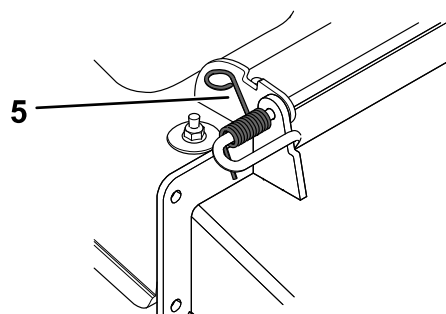

Figura 78
1. Retire o contrapino da extremidade da vareta (Figura 78).
2. Desengate a mola da ranhura no suporte do defletor e deslize a barra para fora dos suportes soldados da plataforma, mola e defletor de descarga (Figura 78).
9. Instale o contrapino na extremidade da vareta (Figura 78).